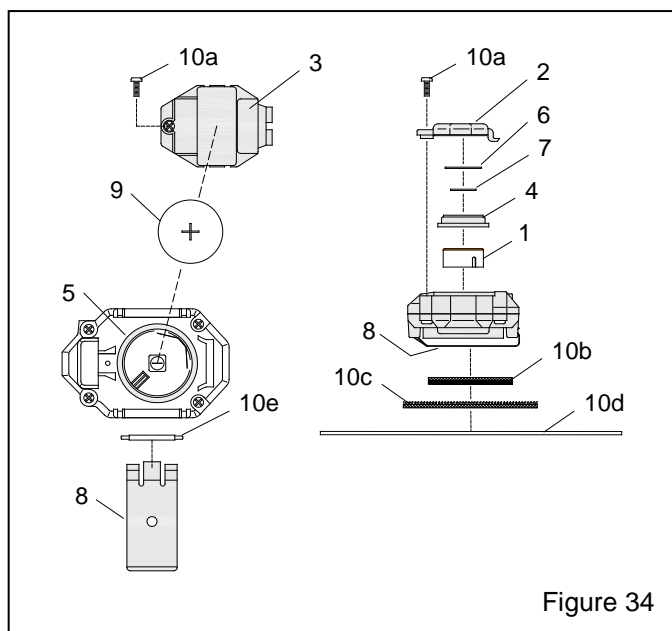

Figure 34
7.	* Bande Velcro®, côté boucle Inclus avec le kit 29870, illustré sur la figure 34
8.	* Bande Velcro®, côté crochet Inclus avec le kit 29870, illustré sur la figure 34
9.	* Kit de la bande de fixation pour Apollo 60 et 600 uniquement Inclus avec le kit 29870, illustré sur la figure 34
8.2 Pièces détachées du contrôleur – Figure 34